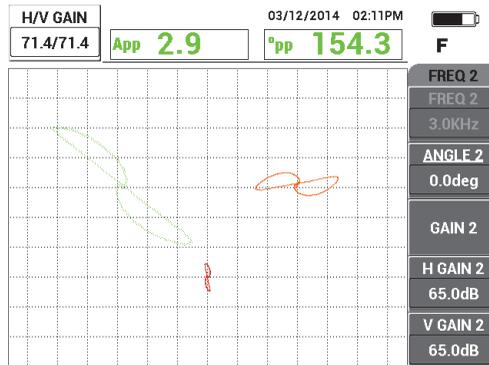

Figura 5-139 Ajuste de la ganancia de la frecuencia 1
4. Pulse la tecla **GAIN (dB)**; después, aumente la ganancia de frecuencia 1 hasta que la señal de la perforación alcance 4 divisiones verticales hacia arriba (en altura). Vea la Figura 5-139 en la página 245.